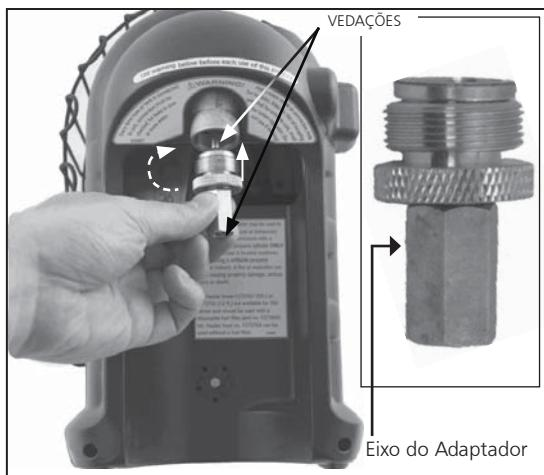

Figura 4: "Adaptador Butano"
- Verifique se as vedações (entre o aparelho e o cartucho de gás) se estão no lugar e em boas condições antes de conectar para o cartucho de gás. Figura 4. Não use um aparelho em que foram danificadas ou desgastadas as vedações. Não use um aparelho que esteja a vazar, danificado ou que não funcione adequadamente.
- Para usar com a mistura de butano/propano: Parafuse o adaptador de latão no sentido horário no regulador do aquecedor portátil (partir da parte de baixo) até ficar bem apertado. Ver a figura 4. Não use vedação de rosca nesta conexão. Parafuse o cartucho com a mistura de propano no adaptador (sentido horário), uma vez que o eixo sobre o adaptador começa a girar o cartucho está conectado, em seguida, encaixe o cartucho no suporte.